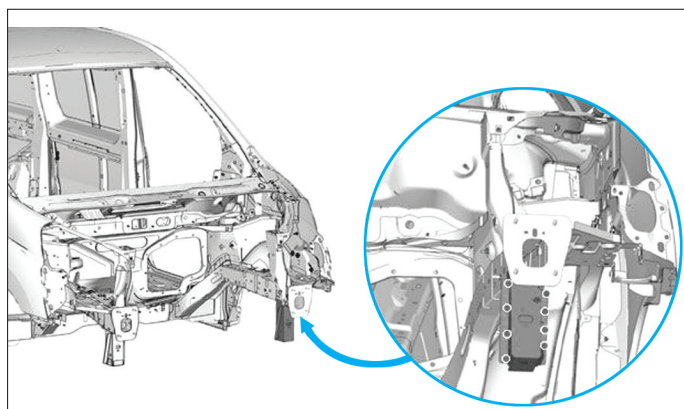

FIG. 25
- Souder par points électriques (120 mm) (Fig.25).